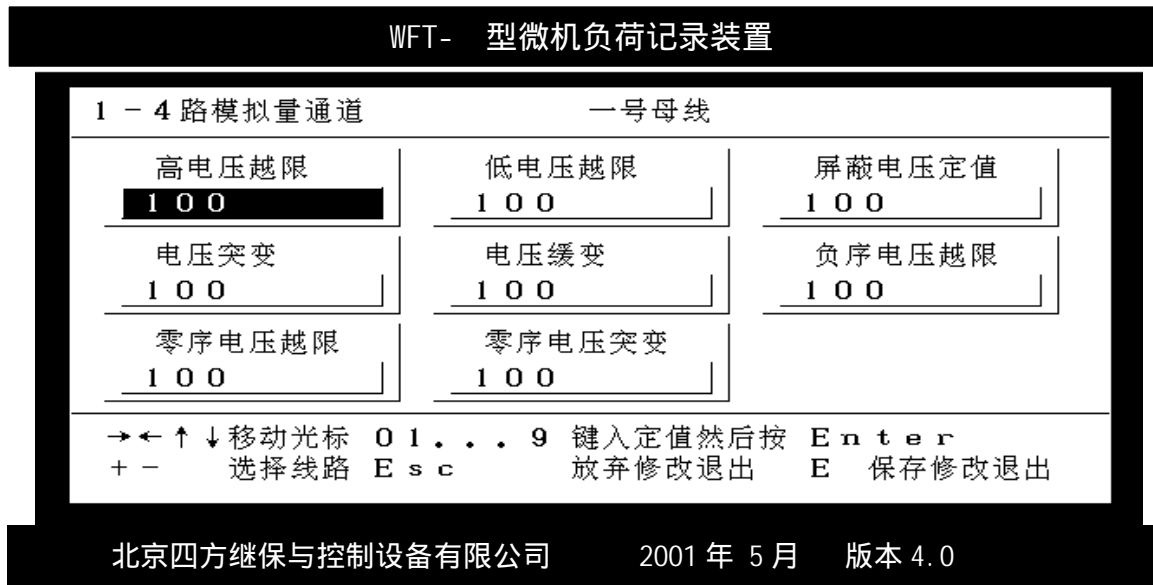

图 4-6-3
2. 起动定值设定：设定电压、电流、频率起动定值，各线路定值独立计算、整定、使用，互不影响。界面如图 4-6-3 所示，键盘操作提示在屏幕下端显示。